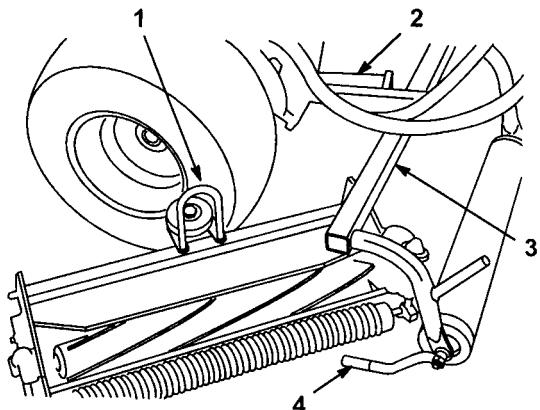

図 9
- 3.カッティングユニットをブルフレームの下に引き入れ、吊り輪（フープ）を昇降アームに引っかける（図9）